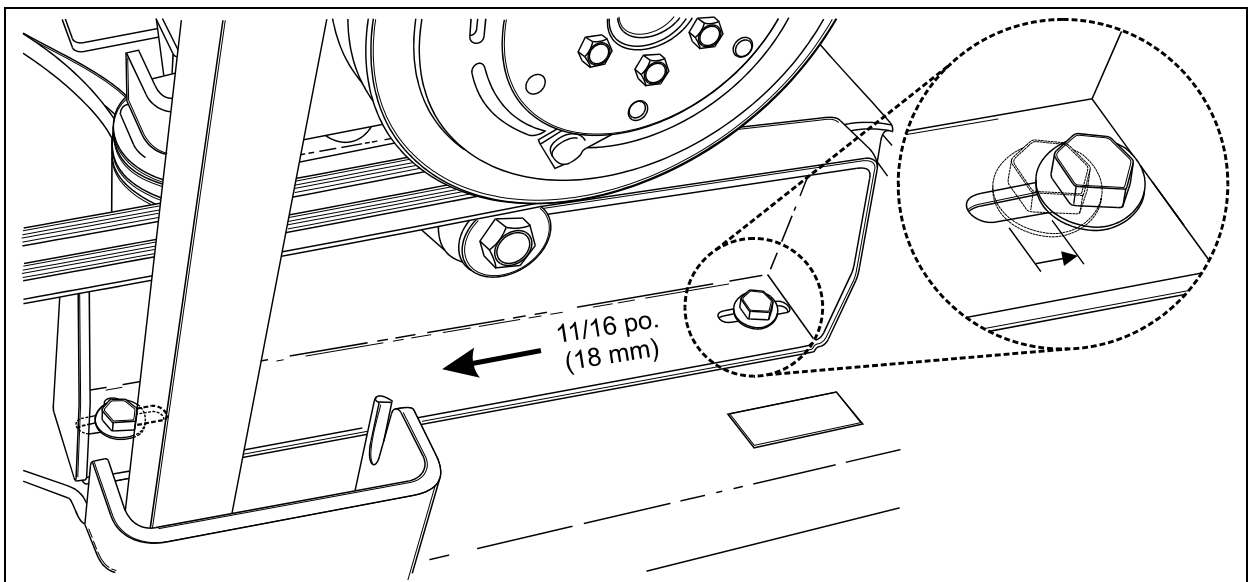

FIGURE 30 : DÉPLACEMENT DU COMPRESSEUR VERS LE MOTEUR
5. Desserrer les écrous maintenant en place le support du compresseur du système CVC. Glisser l'ensemble support et compresseur de 18 mm (11/16 po) vers le moteur. Si nécessaire, agrandir les fentes d'ajustement dans le support ou dans le châssis du véhicule (se référer à la figure 30).